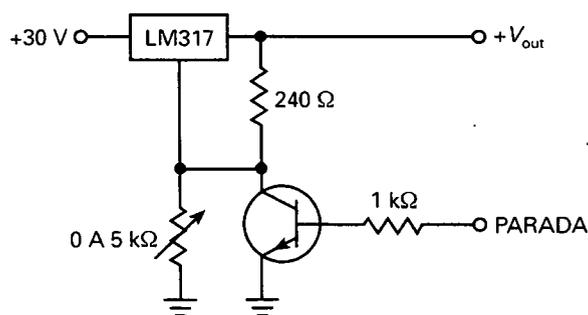

Figura 24-34
- 24-24. La Figura 24-34 muestra un regulador LM317 con parada electrónica. Cuando la tensión de parada es cero, el transistor está en corte y no afecta al funcionamiento. Pero cuando la tensión de parada es aproximadamente 5 V, el transistor se satura. ¿Cuál es el rango variable de tensión de salida cuando la tensión de parada es cero? ¿Cuánto vale la tensión de salida cuando la tensión de parada es de 5 V?
- 24-25. El transistor de la Figura 24-34 está en corte. Para obtener una tensión de salida de 15 V, ¿cuál debe ser el valor de la resistencia variable?